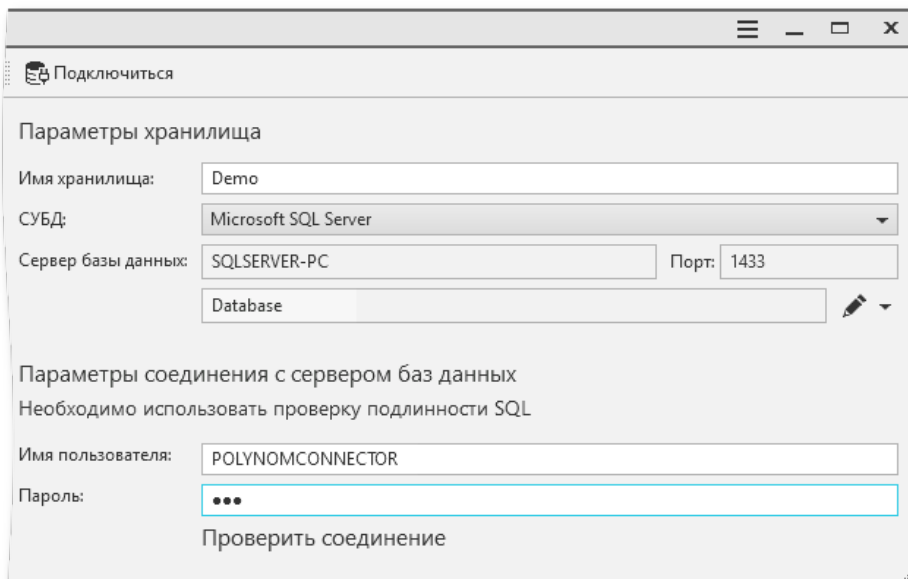

Рис. 3.23
1. На вкладке **Параметры хранилища** укажите параметры соединения с сервером базы данных и нажмите кнопку **Проверить соединение** (рис. 3.23).